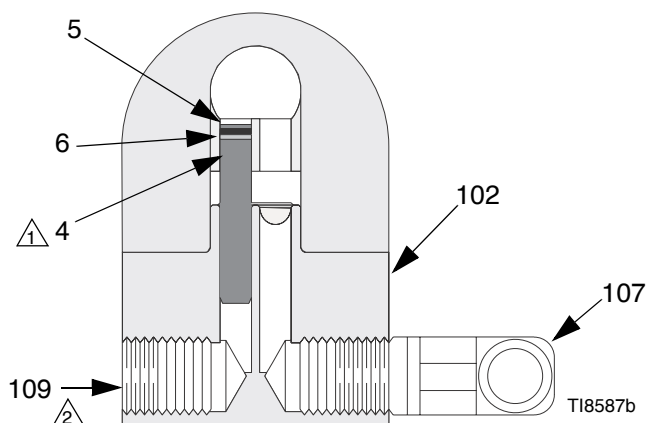

Рис. 1: Бесциркуляционная компоновка (Вид в разрезе)
Пистолет поставляется с внутренней заглушкой для жидкости (4). Смотрите Рис. 1. Для использования пистолета в системе с циркуляцией удалите эту заглушку. В системе без циркуляции оставьте заглушку на месте, чтобы сократить время промывки.
1. Нанесите противозадирную смазку 222955 на резьбы и сопряженные поверхности коллектора (102), заглушки (109) и коленчатого патрубка (107), которые поставляются в разобранном виде.
2. Вставьте коленчатый патрубок (107) в одно из отверстий жидкостного коллектора (102), а заглушку (109) – в другое.
3. Вставьте внутреннюю заглушку (4) в отверстие пистолета с той стороны, где находится заглушка коллектора.
4. Подсоедините шланг подачи жидкости к коленчатому патрубку коллектора (107). Смотрите Рис. 1.
5. Установите пистолет на коллекторе, используя четыре винта (14). Наживите все четыре винта, и затяните сначала два передних, а затем два задних винта с моментом затяжки 65 дюймов/фунт (7,3 Н•м).